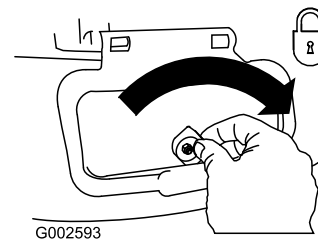

Bild 30
**Wichtig:** Verriegeln Sie die Seitenauswurfklappe nach dem Schließen (Bild 30).